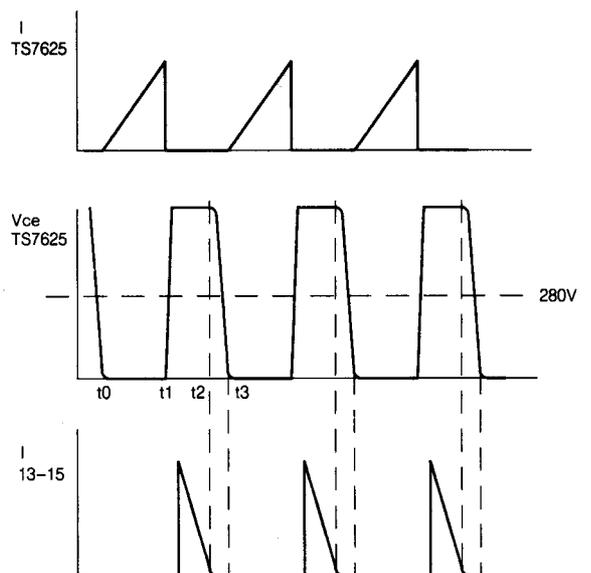

Bild 11.4
Die Basissteuerschaltung wird dazu benutzt, die oszillierende Fuktio der Stromversorgung zu schaffen. Während gewöhnlichen Fernsehbetriebs wird TS7625 über D6621 und S5621 gesteuert durch die Spannung an Wicklung 8–9 die mit der Primärwicklung 4–6 magnetisch gekoppelt ist. Diese Wicklung weist die gleiche Wickelrichtung auf, was mit fetten Punkten in dem betreffenden Bild gekennzeichnet wird. Wenn TS7625 leitet, steht an Wicklung 4–6 eine gleichbleibende Spannung von +280 V an, wodurch ein linear zunehmender Strom durch diese Wicklung fließt (siehe Bild 11.4). Wicklung 13–15 liefert keinen Strom, da die Spannung an dieser Wicklung eine negative Polarität aufweist. Dadurch wird während $t_0 - t_1$ magnetische Energie in Transformator 5625 gespeichert. Wenn Transformator 5625 durch den linear zunehmenden Strom gesättigt wird, wird Wicklung 8–9 nicht mehr auf Spannung gehalten und fällt der Basisstrom der durch diese Wicklung geliefert wird, fort auf t_1 . Transistor TS7625 stellt dann das Leiten ein und die Primärwicklung 4–6 besitzt dann eine bestimmte Menge an magnetischer Energie. Die Spannung an Wicklung 4–6 kehrt nun die Polarität, wodurch ein linear zunehmender Strom über C2625 aufgebaut wird. Der Endwert der Spannung an C2625 beträgt etwa 680 V ($V_{ce-TS7625}$ ist etwa 680 V). An t_1 ändert die Spannung an der Sekundärwicklung 13–15 ebenfalls die Polarität. Ueber D6630 fließt dann ein linear abnehmender Strom zu C2630, aus dem die Versorgungsspannung von +100 V für die Zeilenendstufe gewonnen wird. An t_2 wird der Sekundärstrom gleich Null und wird die magnetische Energie von Transformator 5625
11.4 Automatische Entmagnetisierung (Bild 11.4)